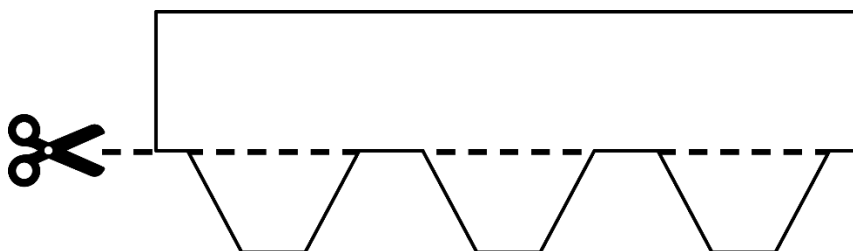

Fig. 6 - Taglio delle faldine
- Predisporre le tegole per la fila di partenza andandone a tagliare le faldine, come da Fig. 6;